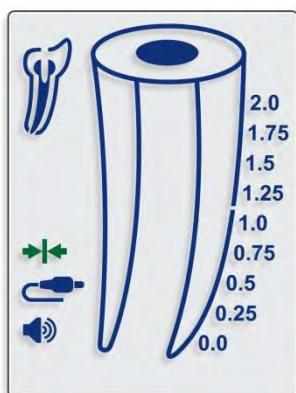

Afb. 2
- 7.2.2. Als de batterij bijna leeg is, knippert de batterij-indicator op het scherm (Afb.2). **De S5 Apex Locator** zal normaal blijven werken, zelfs met een bijna lege batterij, maar de batterij moet worden vervangen voordat hij alle vermogen verliest.